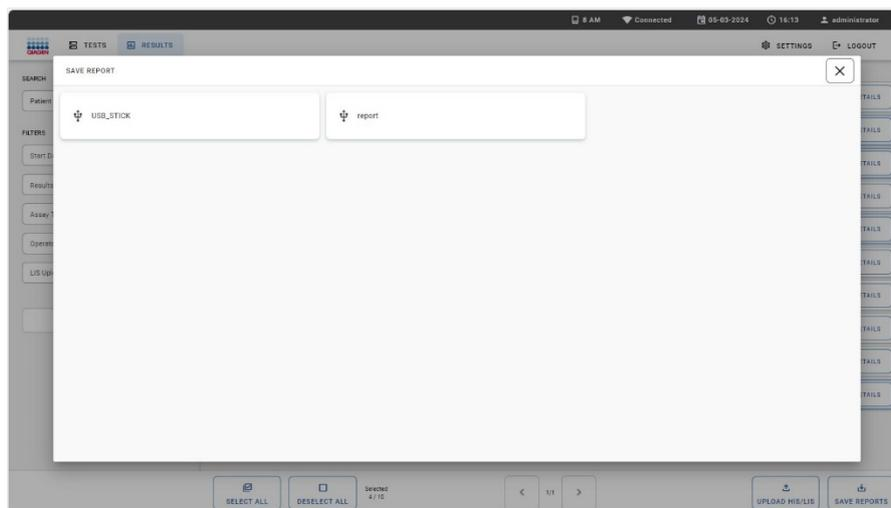
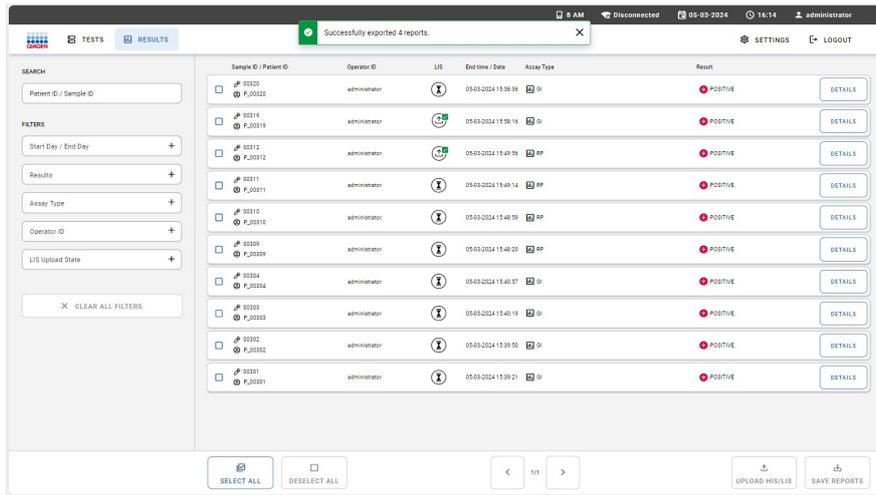

Figura 51. Esportazione dei risultati su un dispositivo di archiviazione USB.
Figura 52. Esportazione riuscita.
3. Se sono collegate più unità USB, selezionare quella desiderata (Figura 51). Al termine dell'esportazione dei report, il sistema visualizza un messaggio nella barra dei messaggi (Figura 52).